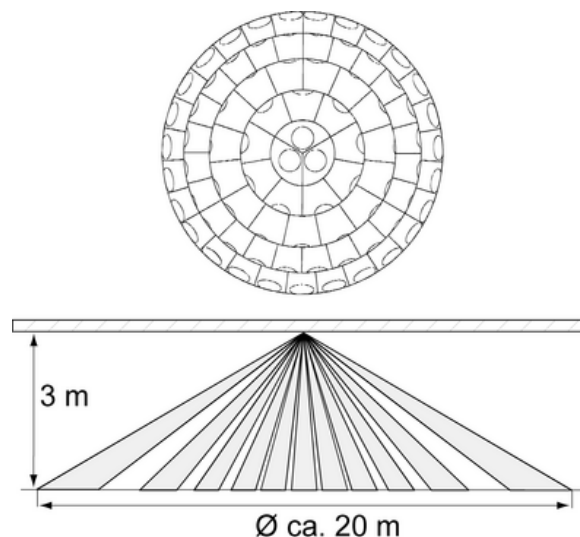
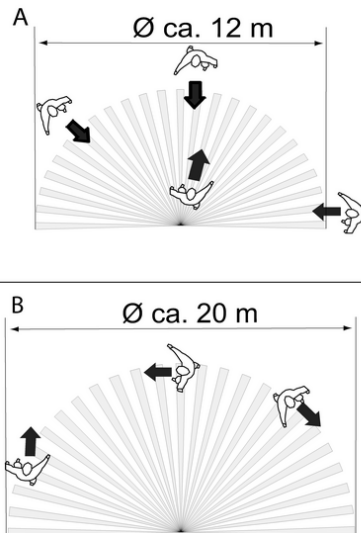

Bild 2: Sensorfenster und Erfassungsbereich
Bild 3: Erfassungsbereich abhängig von der Bewegungsrichtung
Der Bewegungsmelder hat einen Erfassungsbereich von 360° (Bild 2). Der Durchmesser des Erfassungsbereiches ist abhängig von der Montagehöhe und der Bewegungsrichtung von Personen im Erfassungsbereich (Bild 3). Bei einer Montagehöhe von 3 m beträgt der maximale Durchmesser am Boden ca. 12 bis 20 m.
- i** Auf Bewegungsrichtung achten (Bild 3). Bewegungen quer zum Bewegungsmelder, Zeichnung B, werden besser erfasst als Bewegungen auf den Bewegungsmelder zu, Zeichnung A.